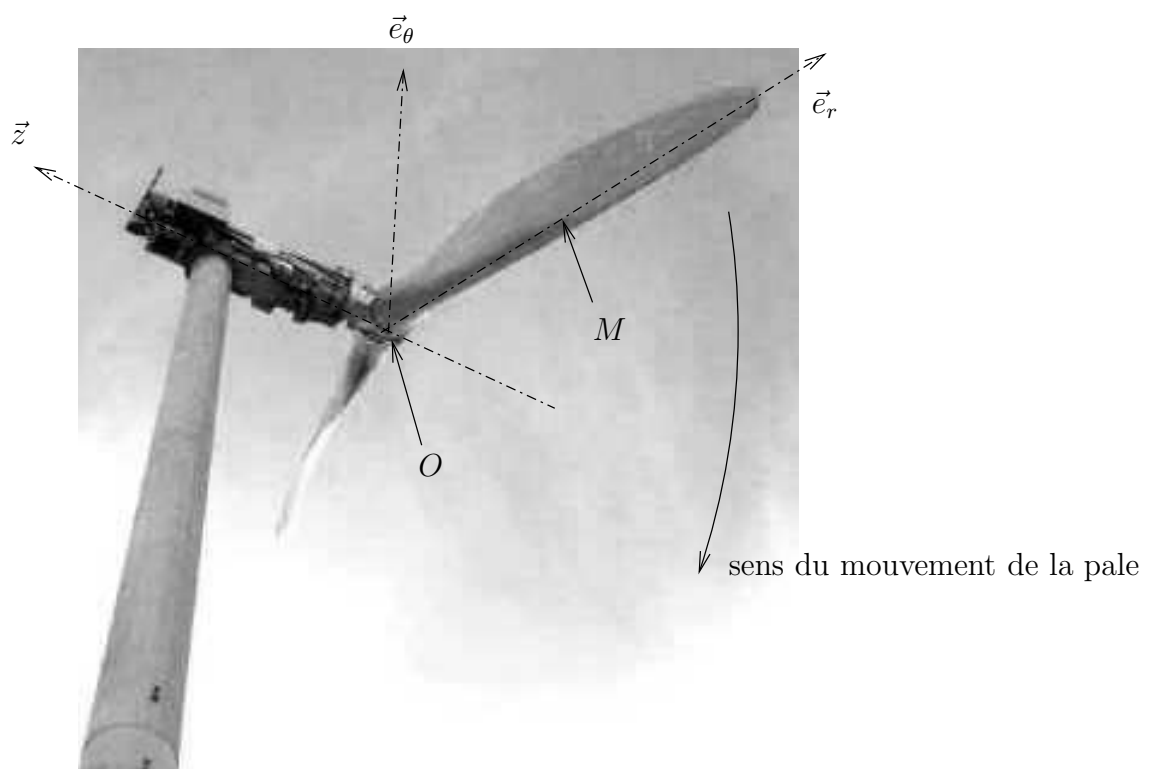
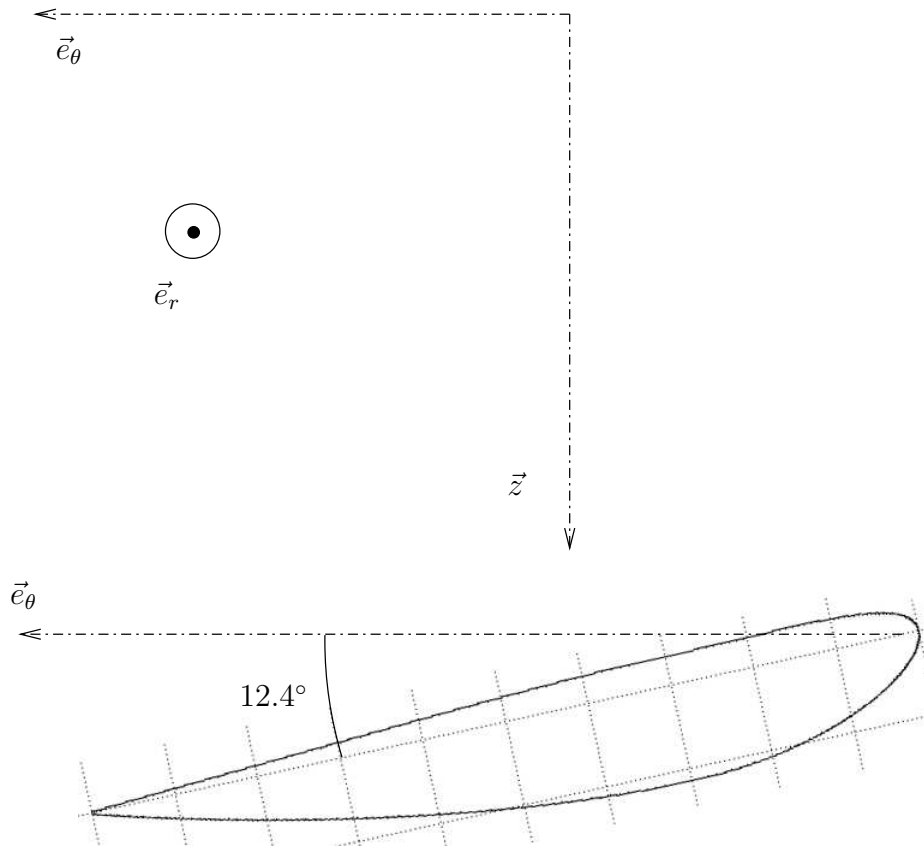

FIG. 3 – Eolienne constituée de 2 pales tournant à la vitesse de rotation $-\Omega\vec{z}$ ($\Omega > 0$)
FIG. 4 – Le profil de pale.
La FIG. 3 représente une éolienne à 2 pales, vue du sol, dont l'axe tourne à la vitesse de rotation $-\Omega\vec{z}$ ($\Omega = 0.3$ tr.s⁻¹) sous l'effet d'un vent $v\vec{z}$ (vitesse de l'air par rapport au sol suffisamment loin des pales : $v = 21.6$ km.h⁻¹). On s'intéresse à un profil de la pale située au premier plan sur la FIG. 3 ; Vous devriez voir qu'à l'instant où est prise cette photo, l'extrémité de cette pale se rapproche du sol. Le point O est sur l'axe de rotation et M est un point du plan de ce profil positionné par $O\vec{M} = R\vec{e}_r$ où $R = 9.55$ m. La base $(\vec{e}_r, \vec{e}_\theta, \vec{z})$ est orthonormée directe. La FIG. 4 représente ce profil situé dans un plan perpendiculaire à \vec{e}_r . Le point M est dans ce plan. La corde de ce profil est $c = 39.6$ cm. L'angle de calage de ce profil situé entre la direction \vec{e}_θ et la corde est 12.4° (cf FIG. 4). On donne la masse volumique de l'air $\rho = 1.2$ kg.m⁻³ et sa viscosité cinématique $\nu = 0.15 \cdot 10^{-4}$ m².s⁻¹.
1) Tracez à l'échelle sur la FIG. 4 :
5) Tracez à l'échelle sur la FIG. 4 :